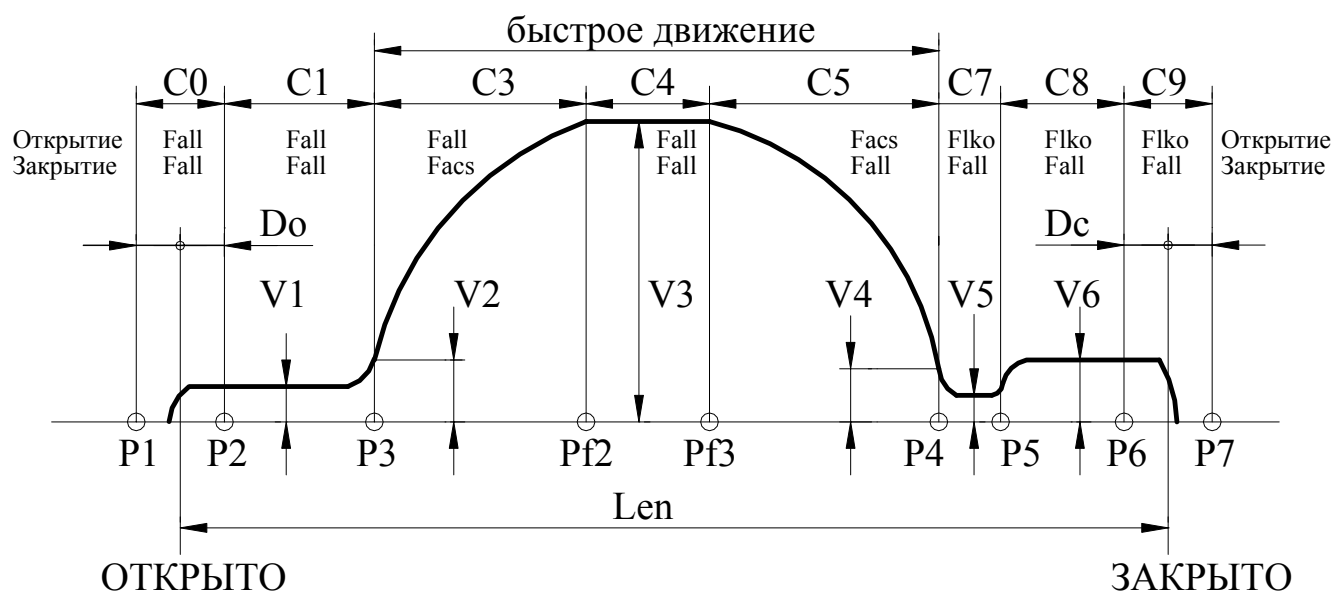

Рис.5. Траектория движения.
3.8.3.3. Для осуществления измерения проема нужно сначала подать команду КИП (1) или записать ноль в ячейку $Len=tP.21$. После этого необходимо подать команду ОД (1). При **полном открытии**, когда *Устройство* определило наличие упора в зоне С0 (см. **рис.5**), произойдет синхронизация *Устройства* на 0 и будет выдан сигнал ВКО (1), а также – сигнал ИП (1). После этого нужно подать команду ЗД (1). При получении упора при закрытии будет выдан сигнал ВКЗ (1) и снят сигнал ИП (0). *Устройство* сравнит полученное значение длины проема с минимальным и максимальным значением и, если оно будет находиться в допустимых пределах, произойдет запись полученного значения в память, в противном случае записи полученного значения в память не произойдет.
3.8.4.2. Если одновременно поданы команды ЗД (1) и ДК (1) и *Устройство* определило наличие упора в зоне С9 (см. **рис.5**), то для *Устройства* это является признаком **полного закрытия**, при этом *Устройство* синхронизируется на значении длины проема, ранее измеренного и записанного в память ($Len=tP.21$), и выдает сигналы ВКЗ (1) и ГОТ (1).
3.8.4.3. Если одновременно поданы команды ЗД (1) и ДК (1) и *Устройство* определило наличие упора **вне** зоны С9 (см. **рис.5**), то *Устройство* выдает сигнал РВМ (1) (механическое препятствие) и сигнал ГОТ не формируется ($ГОТ=0$).
3.8.6.1. В данный режим *Устройство* переходит при необходимости одностороннего или двухстороннего удержания положения. Одностороннее удержание положения реализуется в зоне открытия (**С0, рис.5**) с силой $F_{арр}$ или закрытия (**С9, рис.6**) с силой $F_{аррc}$, причем точка удержания в зоне открытия равна $X_{арр0}=D_{кееpo}-10$, а в зоне закрытия $X_{аррс}=L+10-D_{кеерс}$, где L – длина проема. Если $D_{кееpo}$ ($D_{кеерс}$) меньше 10, то точка удержания уходит за пределы проема и, следовательно, двигатель будет оказывать постоянное давление в сторону открытия (закрытия). Двухстороннее удержание положения реализуется в произвольном промежуточном состоянии между упорами вне указанных выше зон с силой $F_{аррm}$, причем точка удержания запоминается после полного торможения.
3.8.7.4. *Устройство* отрабатывает траекторию движения, показанную на **рис.5**, справа налево.
3.8.8.4. *Устройство* отрабатывает траекторию движения, показанную на **рис.5**, слева направо.
- **E0L** – переезд зоны полного открытия (**C0, рис.5**) или полного закрытия (**C9, рис.5**). *Синхронизация* в этом случае выключается. Ошибка сбрасывается при смене кода направления вращения, но затем необходимо провести *синхронизацию* заново. При повторном неоднократном возникновении данной ошибки можно провести **измерение проема**, если затем эта ошибка все равно будет возникать, необходимо проверить механику привода.
3.9.1. Рис.5, на котором показана траектория движения, отслеживаемая Устройством, поясняет назначение многих параметров, рассмотренных ниже. На рис.5 отображено также распределение сил на участках траектории отдельно при открытии и при закрытии (при переходе в режим удержания устанавливается соответствующая сила удержания).
- 3.9.5.14. **Номер D** – C_vko (0-250, l=Ks мм) – дополнительное смещение точки **P2(рис.5)** для расширения диапазона удержания сигнала ВКО.
- 3.9.5.15. **Номер E** – C_vkz (0-250, l=Ks мм) – дополнительное смещение точки **P6(рис.5)** для расширения диапазона удержания сигнала ВКЗ.